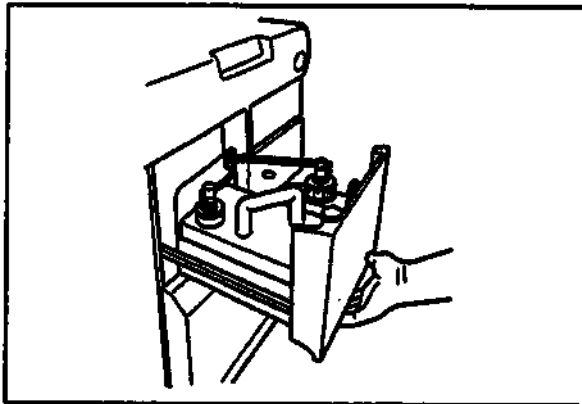

Рис. 4.63
1. Выдвиньте лоток для моющего раствора/спирта, удерживая его за область, отмеченную словом «PULL» (см. рис. 4.63).